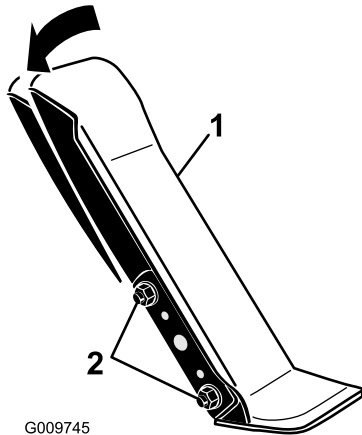

Figura 88
- Desaperte as duas porcas e parafusos que fixam o lado esquerdo do pedal de tração ao suporte (Figura 88).
- Rode o pedal para o ângulo de funcionamento pretendido e aperte as porcas (Figura 88).